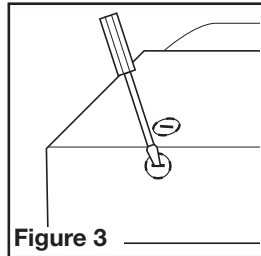

Figure 3
1. Determine where the electrical service will enter the hood and remove the appropriate electrical knockout by inserting a screw driver into the slot and rocking back and forth until the knockout comes loose (Figure 3).
1. Déterminer où le service électrique entrera dans la hotte et enlever les alvéoles défonçables électriques appropriées en insérant un tournevis dans la fente et en le repliant vers l'avant et l'arrière jusqu'à ce que les alvéoles deviennent lâches (Figure 3).